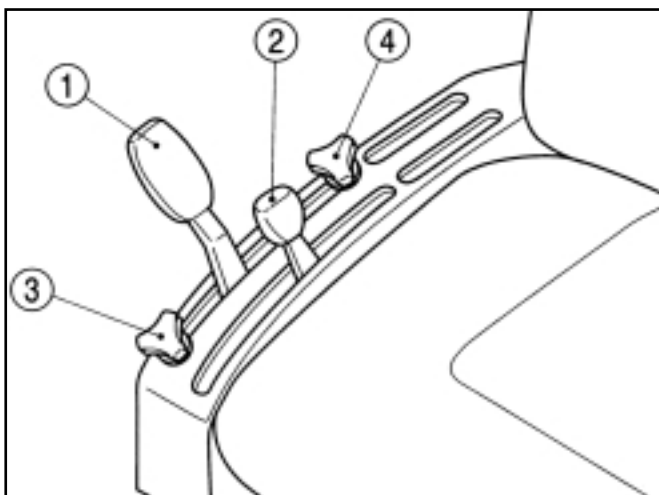

FIG. 31 / ABB. 31 / FIG. 31
Le levier de positionnement (1) dans la Fig. 31 règle la hauteur de l'attelage. On remonte l'attelage en tirant le levier vers l'arrière; on le descend à fond en le poussant complètement vers l'avant.
Der Hubwerkpositionshebel (1) in Abb. 31 stellt die Höhe des Dreipunkt-Hubwerks am hinteren Ende des Traktors ein. Die Höhe wird durch die Position des Hebels bestimmt. Die höchste Stellung ist erreicht, wenn der Hebel ganz nach hinten gedrückt ist, und die niedrigste, wenn der Hebel ganz nach vorn gedrückt ist.
De hendel voor de positierегeling (1) in Fig.31 past de hoogte van de driepunshefinrichting achter aan de tractor aan. Wanneer u de hendel in een bepaalde stand zet, verandert ook de stand van de werktuigen op de driepunshefinrichting. Voor de hoogste stand zet u de hendel volledig naar achteren; voor de laagste stand duwt u hem helemaal naar voren. U kunt de knopjes 3 en 4 die de hendel tegenhouden aanpassen om de minimale en maximale hoogte van de werktuigen in te stellen.